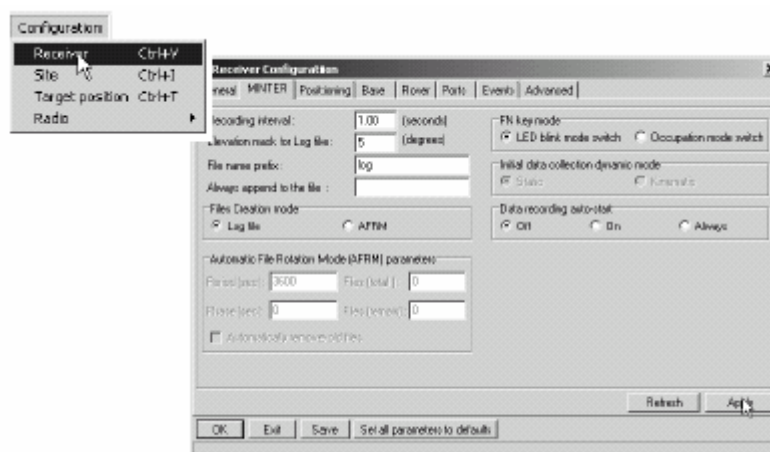

Figura 2-11. Configuración del receptor. Pestaña MINTER
2. Cuando estén conectados, haga clic en **Configuración►Receptor** (Figura 2-11).
3. Haga clic en la pestaña *MINTER*, configure los parámetros siguientes y a continuación haga clic en **Aplicar** (Figura 2-11).